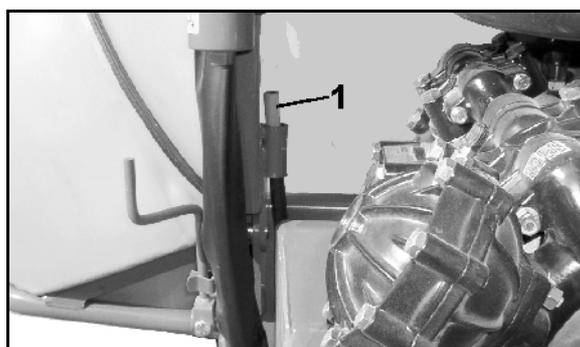

Fig. 40
- Rød markering (Fig. 40/1) er synlig på kontrol-displayet, når maskinen er stillet på den hydrauliske støttefod